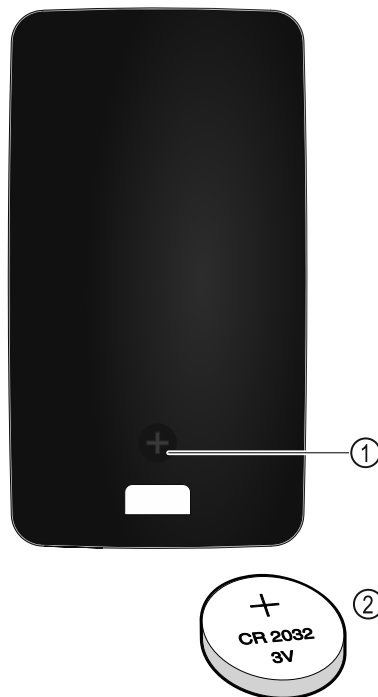

Fig. 141
Il telecomando è alimentato da una batteria CR 2032 da 3V Fig. 141 (2), disponibile presso i rivenditori specializzati.
- ▶ Svitare la vite Fig. 141 (1) sul retro del telecomando.